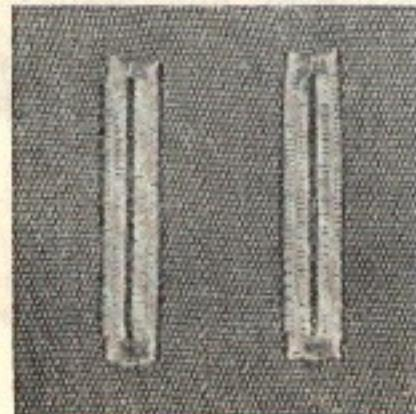

Рис. 65
**Бельевая петля с поднятым швом (рис. 65)**